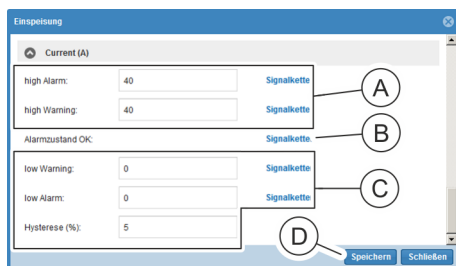

Abb. 113: Fenster "Einspeisung"
6. Im Bereich „Current (A)“ einen Wert für „high Alarm“ und „high Warning“ eingeben (Abb. 113/Ⓐ) und eine Signalkette zuweisen. Dazu auf die Schaltfläche „Signalketten“ klicken.
8. Im Bereich „Current (A)“ für den Parameter „Alarmzustand OK“ (Abb. 113/Ⓑ) bei Bedarf eine Signalkette zuweisen (analog zu Schritt 6 und 7).
9. Im Bereich „Current (A)“ einen Wert für „low Alarm“, „low Warning“ und „Hysteresis“ eingeben (Abb. 113/Ⓒ) und eine Signalkette zuweisen (analog zu Schritt 6 und 7).
10. Nur gültig für BN3500: Schritte 6 – 9 für den Bereich „Neutral Current (A)“ wiederholen.
11. Auswahl über die Schaltfläche „Speichern“ (Abb. 113/Ⓢ) bestätigen.